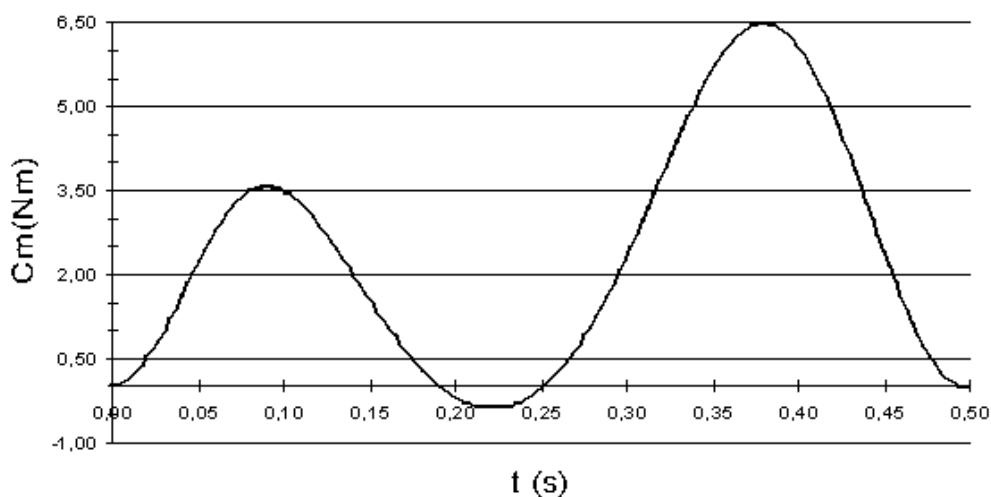

Figure 10: Solution avec amortisseur seul
- figure 10 : solution dans laquelle le ressort est remplacé par l'amortisseur de constante  $1 \text{ N.s/mm}$  ;